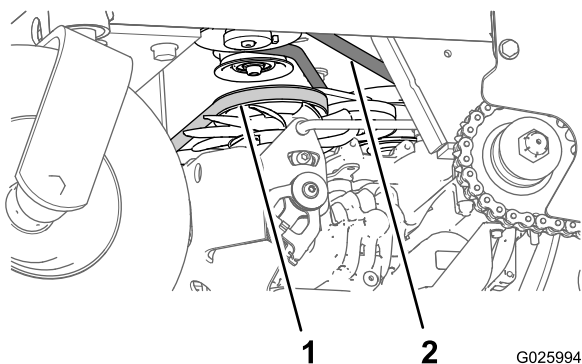

Figura 54
3. Compruebe la condición y la tensión de la correa de transmisión de la bomba auxiliar (Figura 54).
4. Compruebe la condición de la correa de la transmisión (Figura 54).